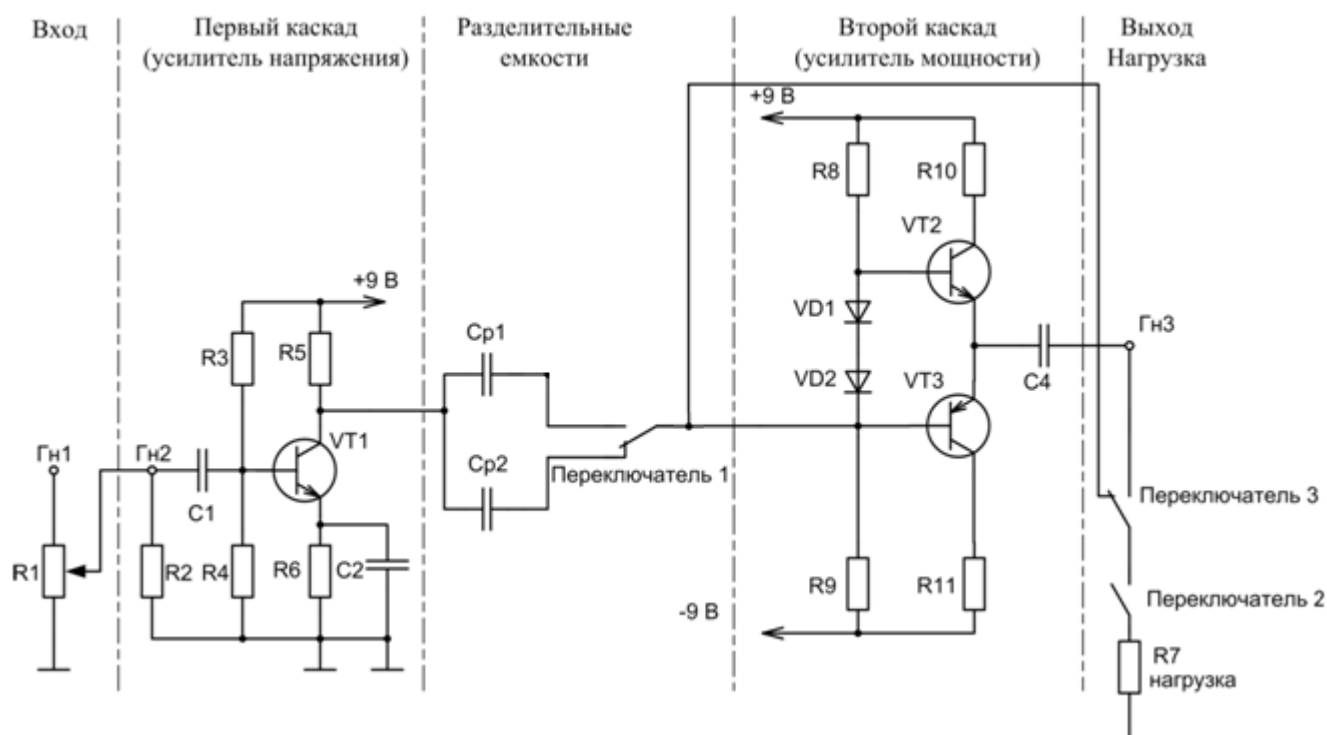

Рис.1 Принципиальная схема исследуемого двухкаскадного усилителя
На рис. 1 изображена, принципиальная схема исследуемого двухкаскадного усилителя.
2. Собрать схему исследования усилителя на транзисторах (рис. 1 бланка):